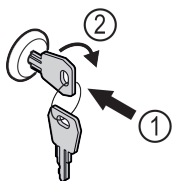

Fig. 131 Примерное изображение
- ▶ Вставьте ключ Fig. 131 (1).
- ▶ Поверните ключ на 90° по часовой стрелке Fig. 131 (2).